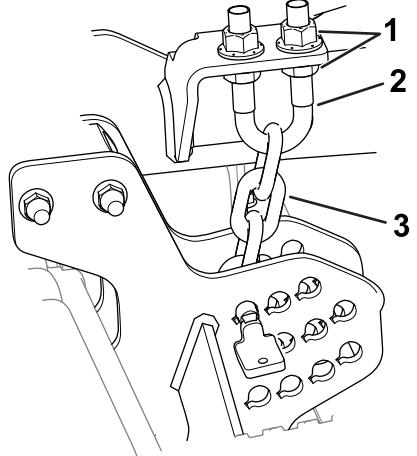

図7
7. 刈高チェーンのUボルトの下側についているジャムナットをゆるめる図7。
8. ブレード後端の高さが前端よりも6-10 mm高くなるように、ナット図7でカッティングユニット後部の高さを調整する。